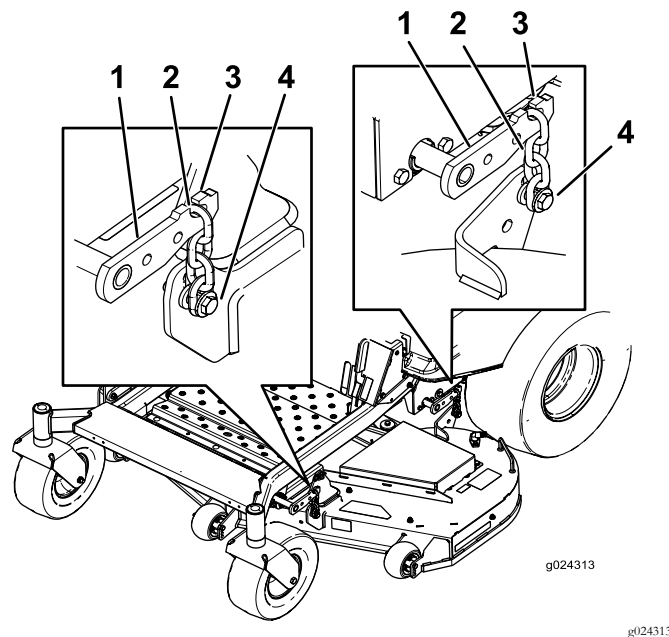

Figura 74
- Retire as correias dos ganchos nos braços de elevação da plataforma (Figura 74).
6. Eleve a traseira da plataforma do cortador e instale as correntes nos braços de elevação traseiros (Figura 74).
7. Instale as correntes frontais nos braços de elevação frontais (Figura 74).